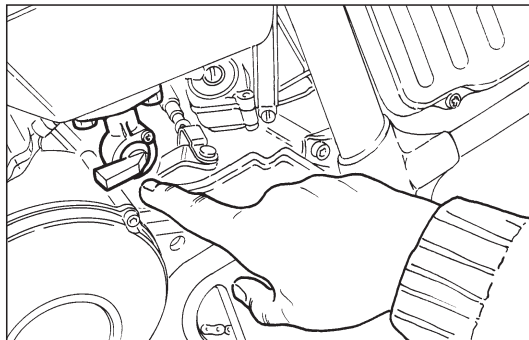

Fig. 7
- ◆ Ouvrir le robinet du carburant (Fig. 7).
Fermer le robinet du carburant (Fig. 7).